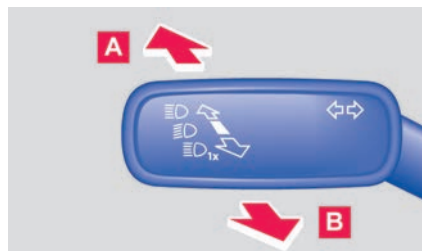

Abb. 64 An der Lenksäule links: Blinker- und Fernlichthebel.
2. Hebel aus der Mittelstellung nach vorn drücken → **Abb. 64**.
1. Hebel aus der Mittelstellung nach hinten ziehen → **Abb. 64**.
1. Hebel aus der Mittelstellung nach hinten ziehen und halten → **Abb. 64**.